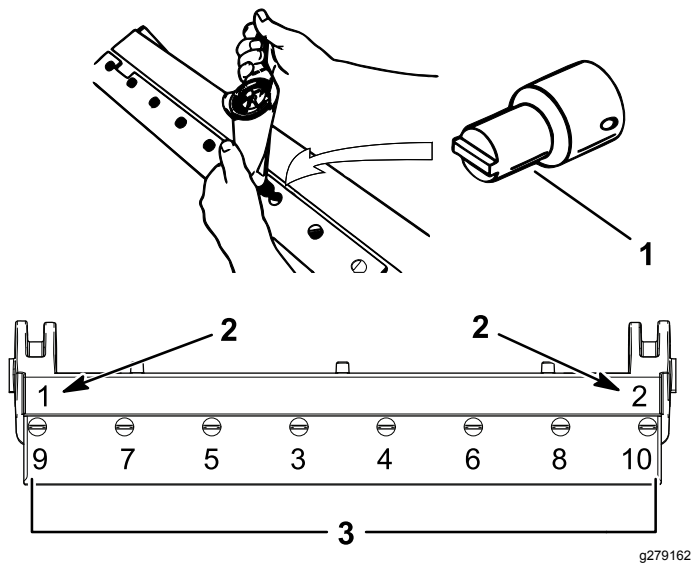

Bild 34
- A. Ziehen Sie die zwei äußeren Schrauben auf ein Drehmoment von 1 Nm an, siehe Bild 34.
- B. Fangen Sie in der Mitte des Untermessers an und ziehen Sie die Schrauben mit 23-28 Nm fest, siehe Bild 34.